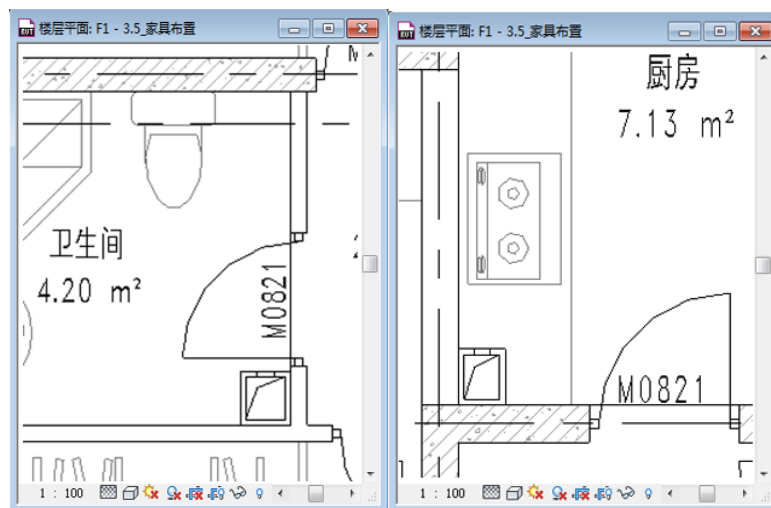

图 2-33
- 6) 重复上部操作，完成图示厨房、卫生间排气道的放置（如图 2-33 所示）。